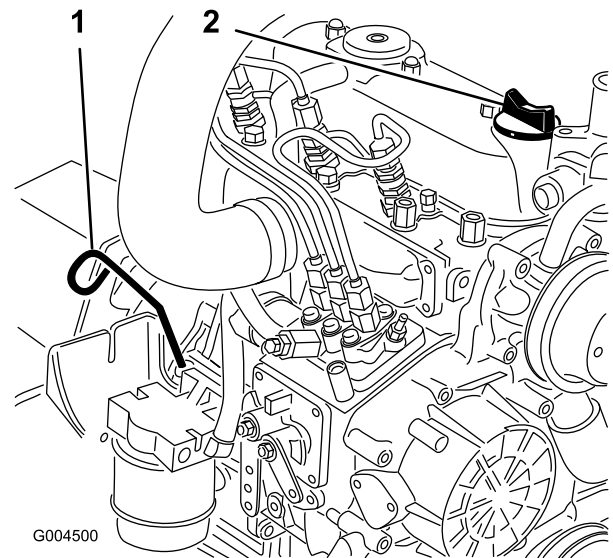

Figura 40
3. Retire la varilla (Figura 40), límpiela, y vuelva a colocarla. Retire la varilla y compruebe el nivel de aceite.
4. Si el nivel de aceite está por debajo de la marca Lleno, retire el tapón de llenado (Figura 40) y añada aceite hasta que el nivel llegue a la marca Lleno de la varilla.